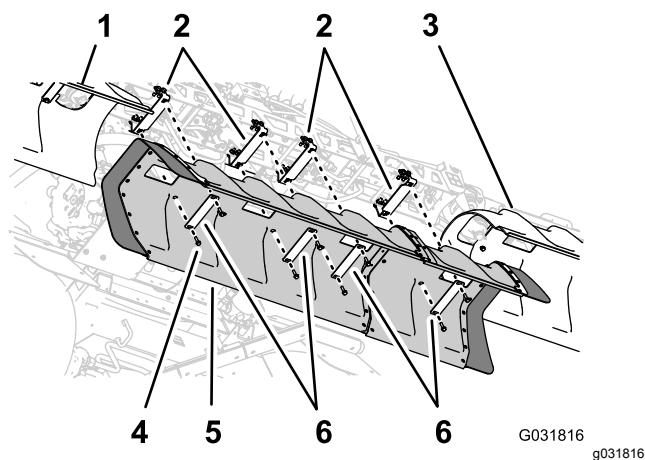

Bild 237
1. Fluchten Sie die Löcher in der mittleren Abschnittsabdeckung mit den Löchern in den Stützhalterungen für die mittlere Abschnittsabdeckung aus (Bild 237).
2. Fluchten Sie die Löcher in den zwei Abdeckungsriemen, die Sie in Schritt 1 in 10 Entfernen der mittlere Abschnittsabdeckung \(11. Düse\) des optionalen abgedeckten Auslegers \(Seite 24\) entfernt haben, mit dem Schlauch in der Abdeckung und zwei Stützhalterungen aus (Bild 237).
4. Fluchten Sie die Löcher in den zwei Abdeckungsriemen (Toro Bestellnummer 120-0629) mit den vier restlichen Löchern in der Abdeckung und den vier restlichen Löchern in den Stützhalterungen aus (Bild 237).
5. Befestigen Sie die Abdeckungsriemen und die Abdeckung mit vier Bundkopfschrauben (5/16" x 1-1/4"), Toro Bestellnummer 323-36, an den Stützhalterungen (Bild 237).